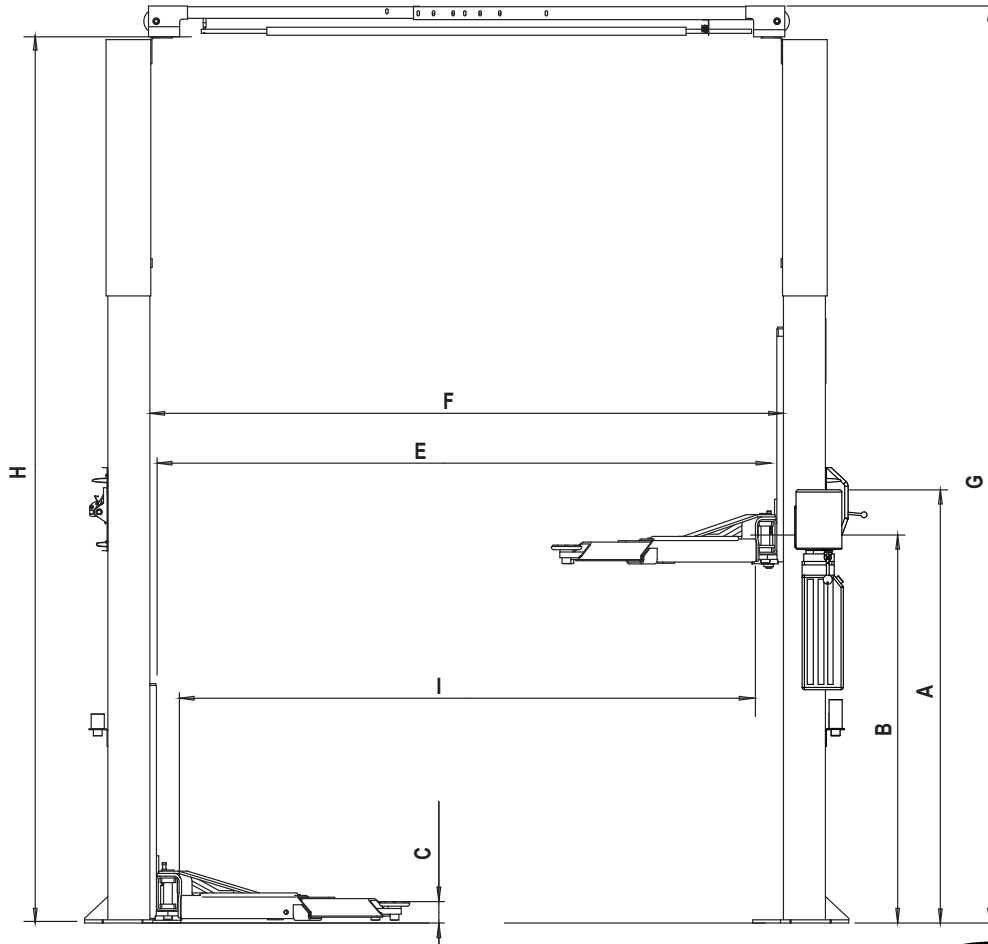
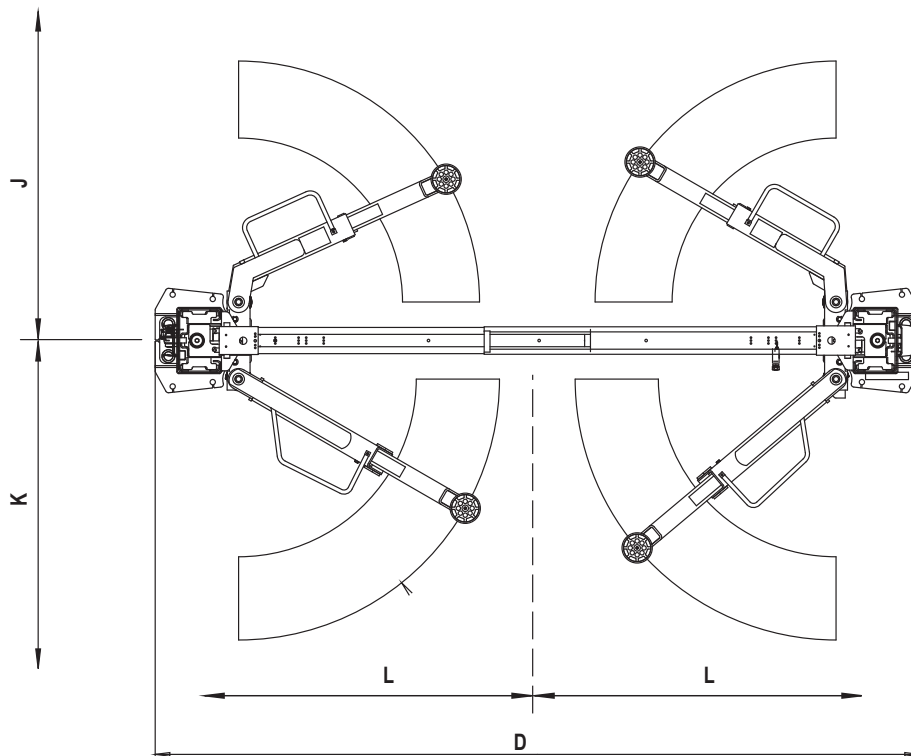

Fig. 1a
Fig. 1b
1. **Ubicación del elevador:** Utilizar el plano de los arquitectos cuando esté disponible para ubicar el elevador. La fig. 1a y la fig. 1b muestran las dimensiones de un diagrama de distribución típico de área de carga.
8. **Ajuste del elevador:** Colocar las columnas en el área de carga utilizando las dimensiones mostradas en la Fig. 1a y en la Fig. 1b. Colocar la columna con el soporte de montaje de la unidad de alimentación en el lado del pasajero del vehículo del elevador. Ambos respaldos de la placa de la base de la columna deben estar en escuadra en la línea central del elevador. Hay muescas realizadas en cada placa de base para indicar la línea central del elevador. Utilizar equipos adecuados para subir el carro hasta la primera posición de cierre. Asegurarse de que el cierre de bloqueo esté bien colocado.